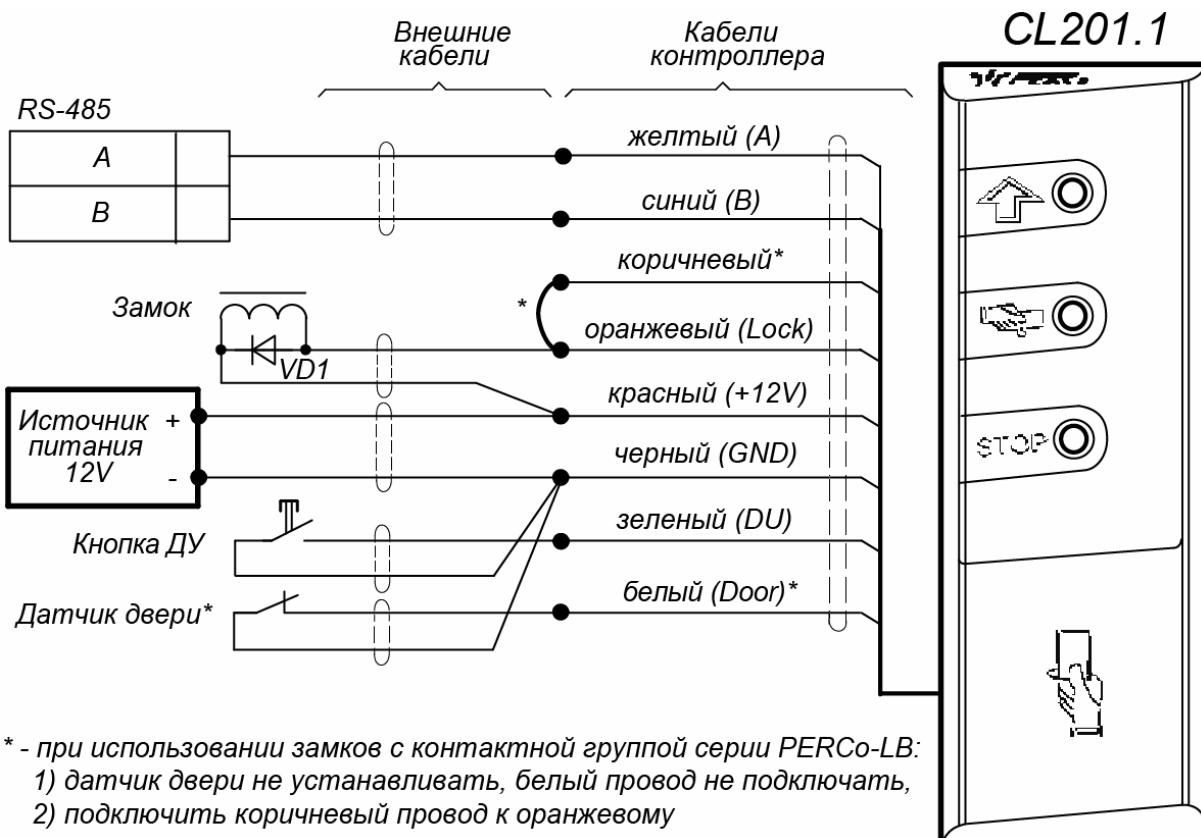

Рисунок 5. Схема подключений контроллера
! Если подключаемый замок *не имеет встроенной цепи искрозащиты*, то необходимо установить двунаправленный супрессор (**VD1** на рис. 5) на напряжение 15 – 18 В из комплекта поставки. Супрессор устанавливается в непосредственной близости от замка.
15. Подключите кабели к контроллеру согласно схеме на рис. 5.